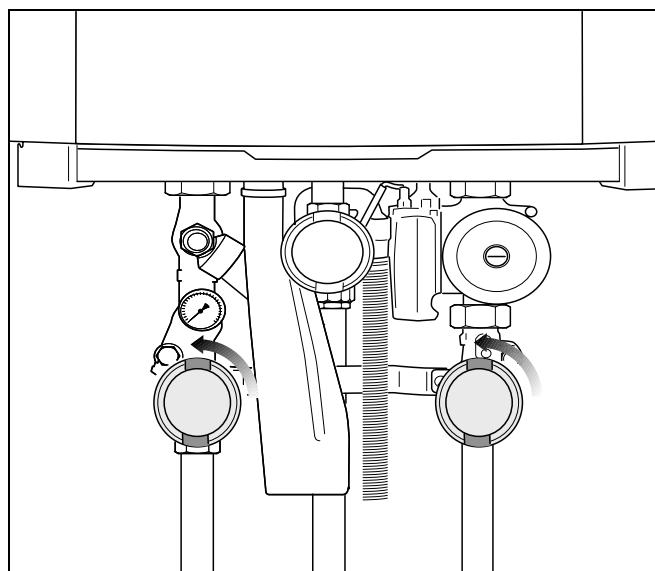

Рис. 12 Открытие регулировочных кранов (здесь: краны в положении "открыто")
- Открыть регулировочные краны подачи и слива (рис. 12) (положение "открыто": параллельно трубе).